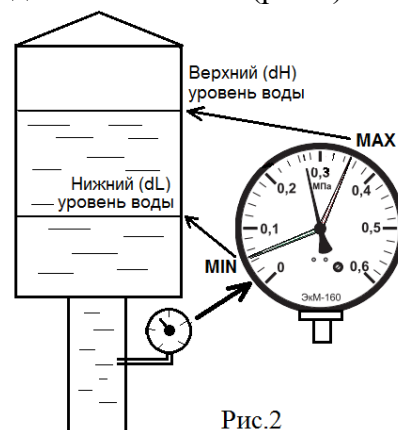

Рис.2
5.4 Электроконтактные манометры (ЭКМ) удобны для управления и визуального контроля уровня жидкости (рис.2). Задающий указатель с меткой MIN определяет нижний уровень для водоподъема и водопонижения, а MAX определяет верхний уровень воды.